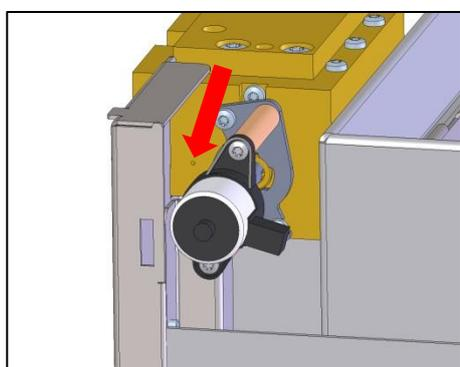

Fig. 52: Abertura de reenchimento Nível de enchimento
- Acrescente água da torneira lentamente ao volume de recarga calculado, injectando-a com uma seringa pela abertura lateral, na válvula selectora (→ Fig. 52).